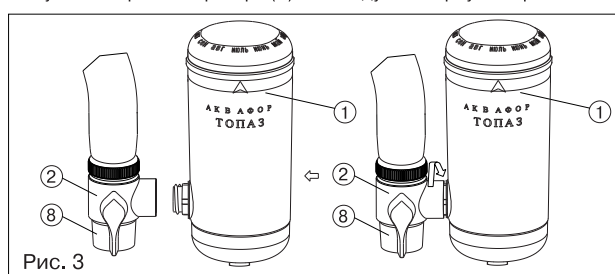

Рис. 3
Для замены модуля (1) поверните его относительно переключателя (2) на один оборот против часовой стрелки и аккуратно выньте модуль (1). Расположите новый модуль (1) вертикально и аккуратно вставьте его до упора в переключатель (2), после чего поверните новый модуль (1) на один оборот по часовой стрелке (рис. 3). В случае засорения аэратора (8) его следует отвернуть и промыть.